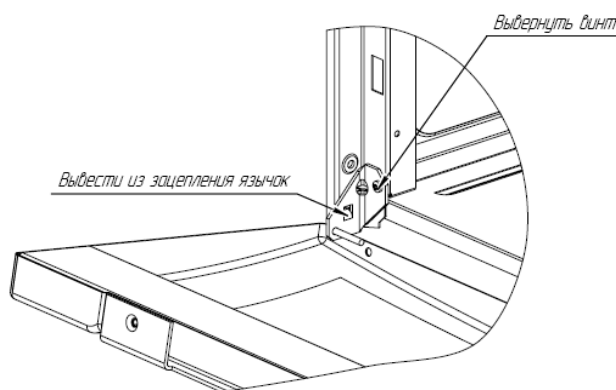

Рис. 11
- вывернуть винт (рис. 11) с правой или левой стороны